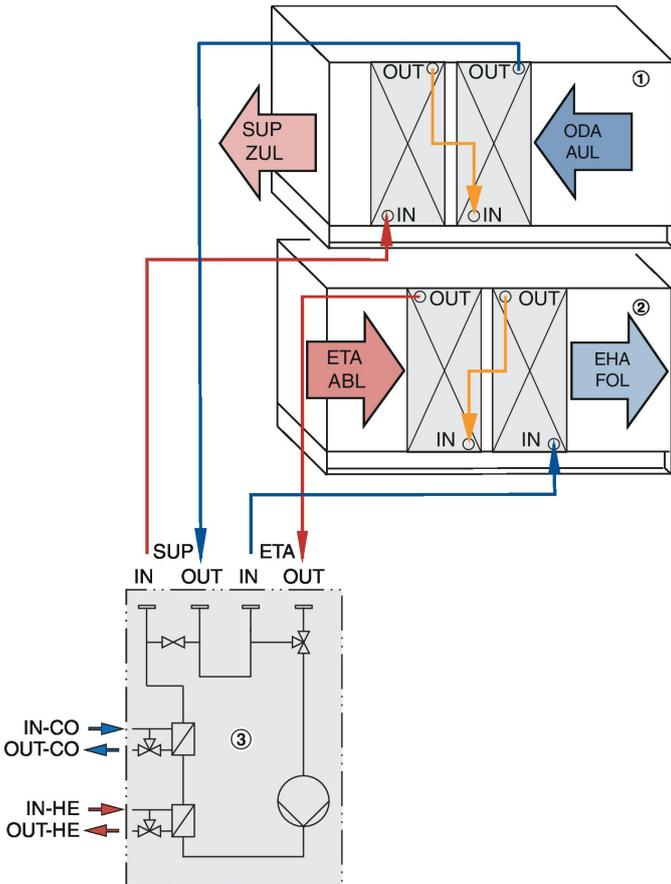

Abb. 32: Hydraulischer Anschluss (Beispiel)
- ① Zuluftgerät
- ② Abluftgerät
- ③ Hydraulikstation
3. ▶ Rohrverbindung zwischen Wärmeübertrager und Hydraulikstation herstellen (Abb. 32).
4. ▶ Bei KVS-Systemen mit externer Einspeisung, die Anschlüsse zur Externen Einspeisung herstellen (Abb. 32).